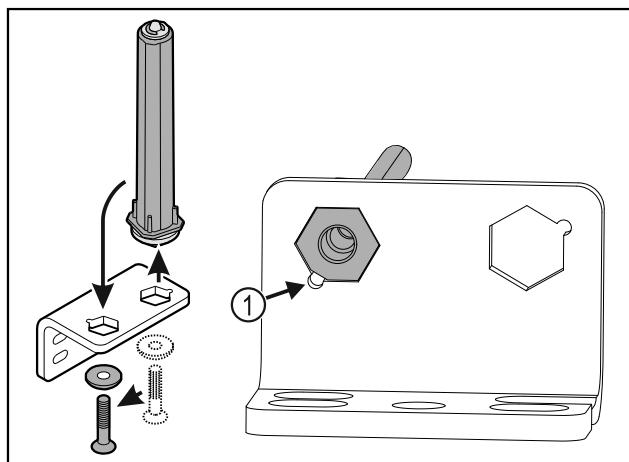

Fig. 34
- Pobrinite se za to da je prilikom umetanja zakošenje na svornjaku Fig. 34 (1) usmjereni prema okrugloj rupi.